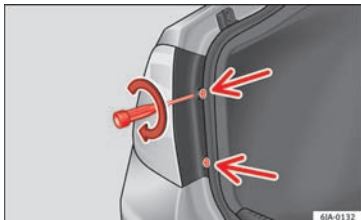

Fig. 102 Montering af baglygte
- Skru de to skruer til den forreste del af lygten fast med en skruetrækker eller en T20 torxnøgle (drej med uret » Fig. 102).